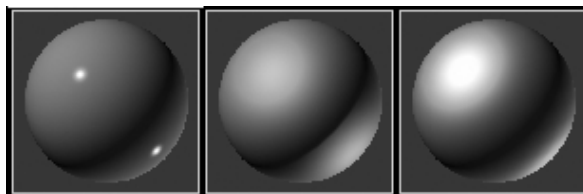

Fig.9.10
- [6] Dans le champ **Reflets spéculaires**, définir les paramètres de reflets. Les reflets spéculaires apparaissent lorsque l'angle de visualisation de l'objet est égal à l'angle d'incidence (angle situé entre un rayon de lumière et la normale Face d'une surface). Trois paramètres sont disponibles (fig.9.10) :